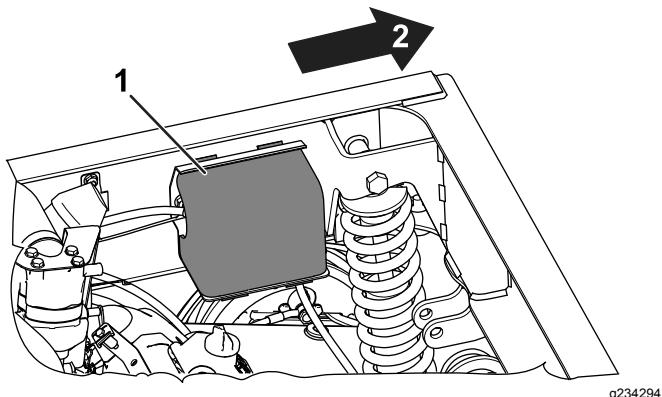

Figura 4
1. Retire a cobertura do solenóide arranque/função (Figura 4).